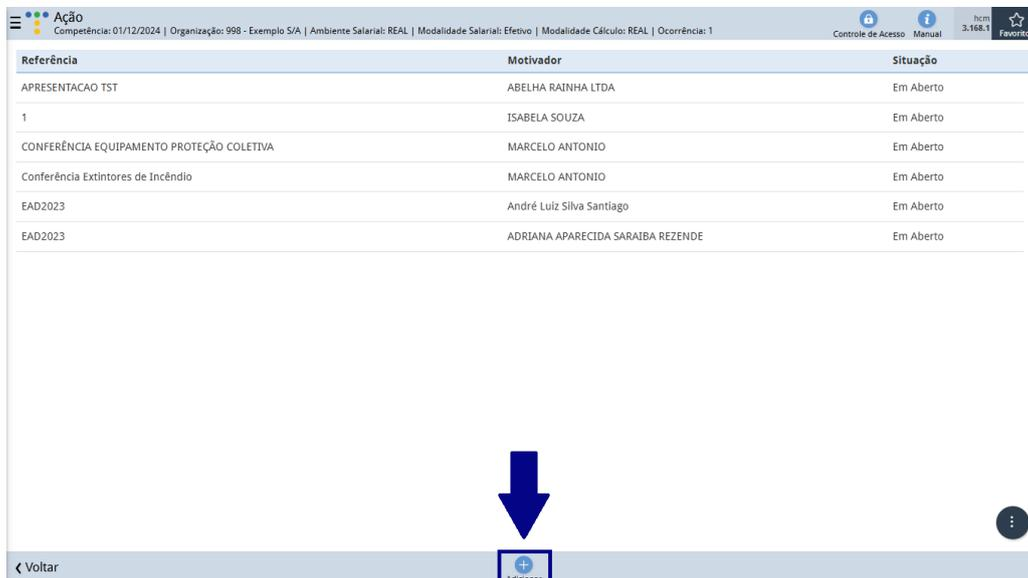

Figura 117: Adicionar
2. Clique em **Adicionar** (Figura 117) para cadastrar uma nova ação.